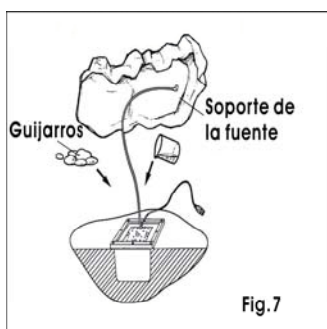

Fig.7
6. Haga pasar el tubo del suministro del agua y el cable de la bomba a través del agujero en el extremo de la tapa y entonces coloque la tapa en el marco exterior (Fig. 7).
7. Coloque el soporte de la fuente en el lugar deseado. Cave una canal para colocar el tubo del suministro del agua. (Nota: No presione el tubo del suministro de agua). Llene la cubeta con revestimiento de PVC con agua limpia. El nivel del agua debería estar aproximadamente a 1.18 pulgadas por debajo del lado inferior de la tapa. Para decorarlo, coloque guijarros encima de la tapa (Fig. 7).